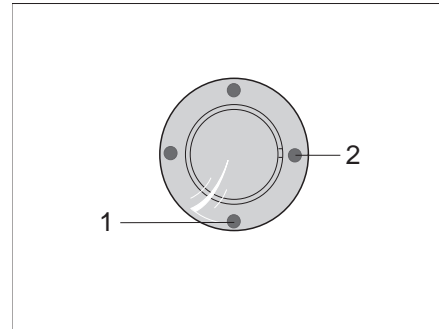
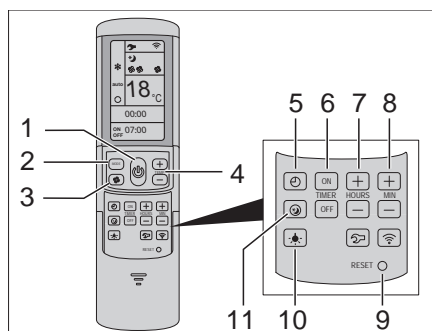

Bild 206 IR-Empfänger/Funktionsanzeige
Bild 207 Fernbedienung
Die Klimaanlage ist auf dem Dach des Fahrzeugs angebracht. Die Fernbedienung (Bild 207) für die Klimaanlage befindet sich im Küchenbereich.
- Die Klimaanlage ist betriebsbereit. Die blaue LED (Bild 206,1) leuchtet.
- Zum Einschalten die Taste (Bild 207,1) auf der Fernbedienung drücken. Die blaue LED (Bild 206,1) blinkt.
- Die gewünschte Betriebsart mit der Taste MODE (Bild 207,2) einstellen.
- Bei Bedarf mit der Taste (Bild 207,3) die gewünschte Gebläsestufe und mit den Tasten (Bild 207,4) die Raumtemperatur einstellen.
Ist die auf der Fernbedienung eingestellte Temperatur erreicht, erlischt die blaue LED (Bild 206,1), der Kompressor schaltet ab und das Umluftgebläse läuft weiter.
- Zum Ausschalten die Taste (Bild 207,1) auf der Fernbedienung erneut drücken.
- Zum Programmieren die Klimaanlage mit der Taste (Bild 207,1) auf der Fernbedienung einschalten.
- Mit der Taste (Bild 207,2) die gewünschte Betriebsart und mit den Tasten (Bild 207,4) die Raumtemperatur einstellen.
- Mit den Tasten (Bild 207,6) die gewünschte Funktion auswählen:
- Mit den Tasten (Bild 207,7 und 8) die gewünschte Schaltzeit wählen (15 Minuten bis 24 Stunden).
- Einstellung mit den Tasten "ON" oder "OFF" (Bild 207,6) bestätigen.